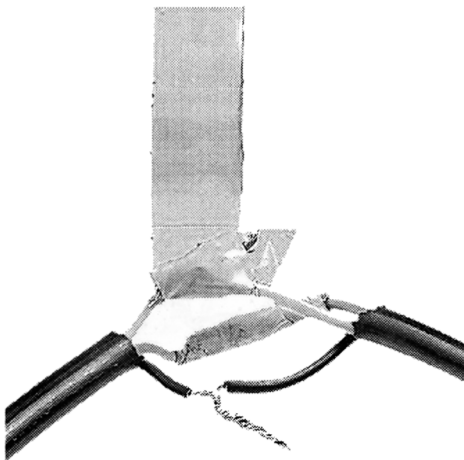

Рис. 2.16. Простейшая ручная скрутка ТПЖ
**Ручная скрутка** — самый распространенный и простой из них. ТПЖ скручивается, место скрутки обматывается изоляционной лентой (рис. 2.16).